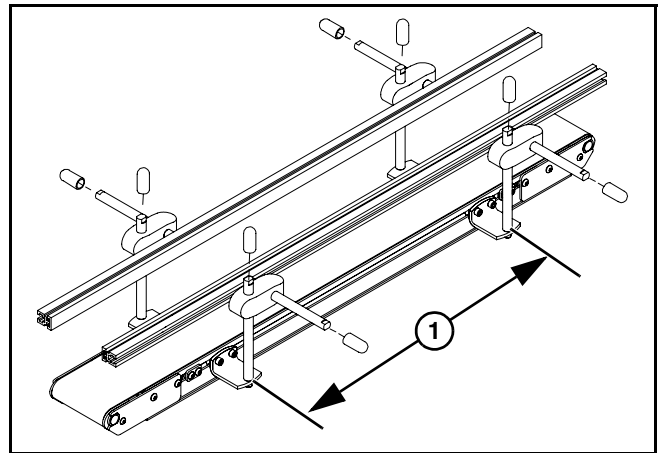

Figure 19
2. Die T-Stangen gleichmäßig an beiden Seiten des Förderers in Abständen von weniger als 915 mm (36 Zoll) positionieren (**Figure 19, item 1**). Bei Bedarf Halterungen und Führungen montieren.